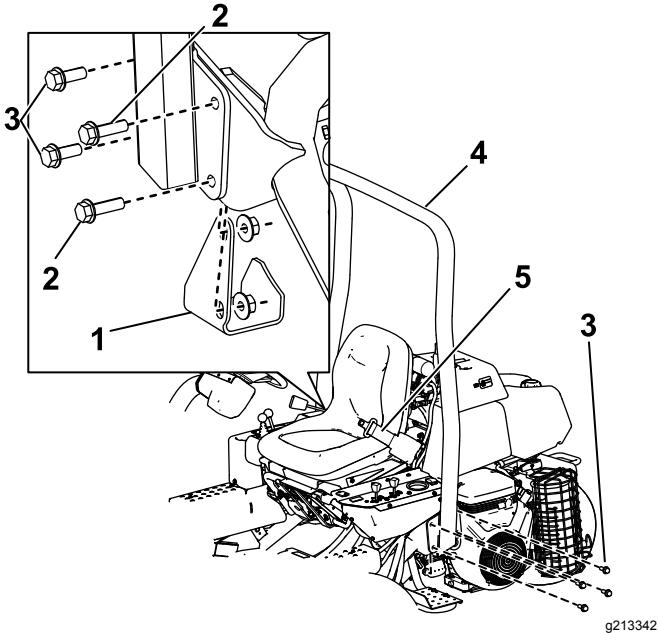

Figura 6
2. Baixe a barra de segurança (Figura 6) para os suportes de montagem, alinhando os furos de montagem.
3. Prenda o lado esquerdo da barra de segurança ao suporte de montagem com quatro parafusos (½ pol. x 1½ pol.) e porcas de bloqueio Figura 6.
(½ pol. x 1½ pol.), dois parafusos (½ pol. x 1¾ pol.) e porcas de bloqueio como se mostra na Figura 6.